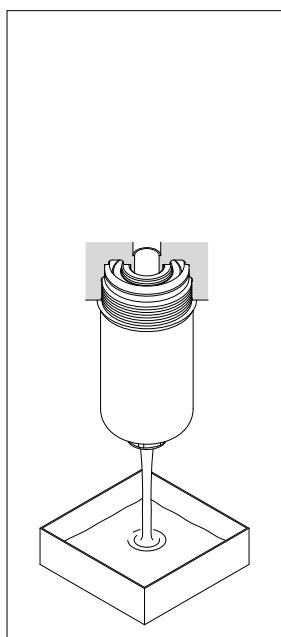

fig. 10
- (Fig. 10) Drenare il fluido di lavoro dal fondo del contenitore al recipiente di raccolta